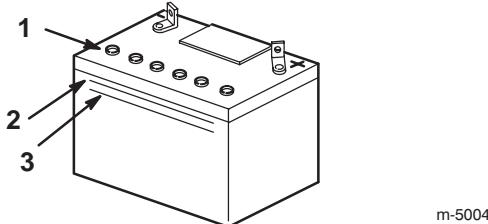

Figure 25
2. Observez le côté de la batterie. Le niveau de l'électrolyte doit atteindre le trait supérieur (Fig. 25). Ne laissez pas l'électrolyte descendre en dessous du trait inférieur (Fig. 25).
3. Enlevez les bouchons d'aération de la batterie (Fig. 25).
4. Versez de l'eau distillée avec précaution dans chaque élément jusqu'au repère supérieur (Fig. 25) sur le côté de la batterie.
5. Attendez cinq à dix minutes après avoir rempli les éléments. Ajoutez de l'eau distillée au besoin, pour amener le niveau au repère supérieur (Fig. 25) sur le côté de la batterie.